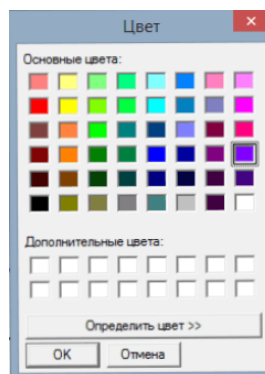

Рис. 15.5. Стандартное диалоговое окно **Цвет**
- выбрать цвет отображения каждой дисперсионной кривой с помощью стандартного диалогового окна **Цвет** (рис. 15.5), нажав соответствующую кнопку справа от номера моды;
- ✧ Изменение цвета фона выбранного окна с помощью кнопки **Цвет** в группе **Фон**. Выбор цвета производится в стандартном диалоговом окне **Цвет** (рис. 15.5). При нажатии на кнопку **Прим. ко всем** выбранный цвет фона устанавливается сразу во всех окнах.
- ✧ Изменение цвета линии с помощью кнопки **Цвет** в группе **Линия**. Выбор цвета производится в стандартном диалоговом окне **Цвет** (рис. 15.5). При нажатии на кнопку **Прим. ко всем** выбранный цвет линии устанавливается сразу во всех окнах.
- ✧ Расчет и отображение огибающей линии с помощью переключателя **Показывать** в группе **Огибающая**. При необходимости сглаживания огибающей необходимо установить переключатель **Сгладить** и с помощью вращателя указать количество точек, по которому следует провести сглаживание. Изменение цвета огибающей линии производится нажатием на кнопку **Цвет** в этой же группе. Выбор цвета производится в стандартном диалоговом окне **Цвет** (рис. 15.5). Группа **Огибающая** доступна только для окна осциллограмм.
- изменение цвета значений параметра с помощью кнопки **Цвет шкалы**. Выбор цвета производится в стандартном диалоговом окне **Цвет** (рис. 15.5);
- изменение цвета фона оси с помощью кнопки **Цвет фона**. Выбор цвета производится в стандартном диалоговом окне **Цвет** (рис. 15.5).